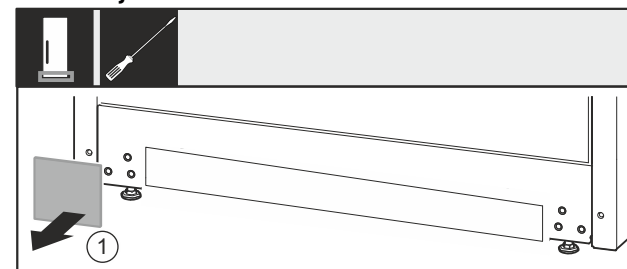

Fig. 23
- Skinite poklopac Fig. 23 (1).